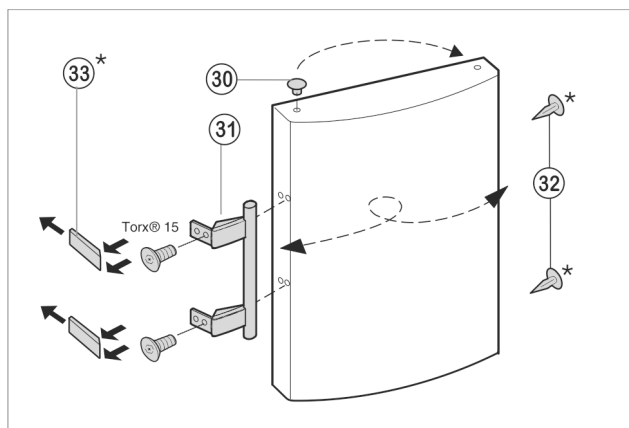

Fig. 10
- ▶ Trň Fig. 10 (30) z ložiskového puzdra dverí vyberte a premiestnite.
- ▶ Držadlo dverí Fig. 10 (31), trne Fig. 10 (32) a prítlačné platničky Fig. 10 (33) odmontujte a premiestnite na opačnú stranu.